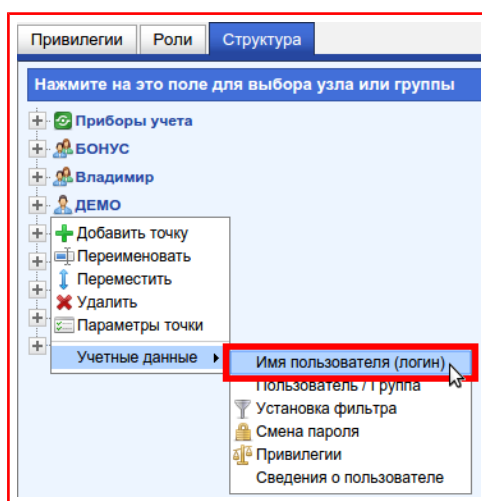

Рисунок 9.73 — Пункт «Имя пользователя (логин)»
- 2) В появившемся меню вызвать подменю **«Учётные данные»**, в котором выбрать пункт **«Имя пользователя (логин)»**, рисунок 9.73;